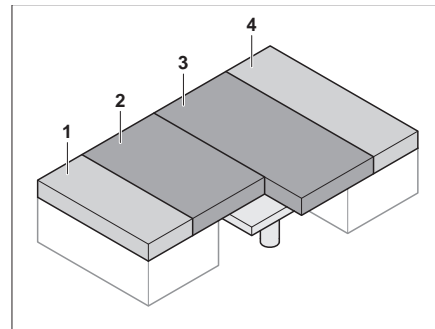

Bild 80 Efter ombyggnaden
- Drag sittdynorna (Bild 80,2 och 3) till mitten.
- Skjut in ryggdynorna (Bild 80,1 och 4) mellan sittdynorna (Bild 80,2 och 3) och ytterväggen.